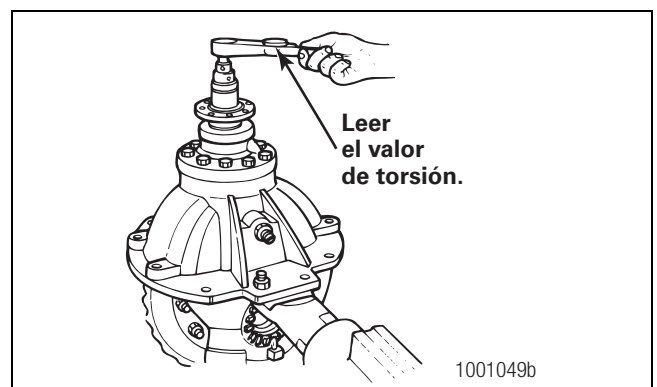

Figura 5.18
5. Apriete la tuerca del piñón de mando al valor de torsión correcto. Figura 5.18. Consulte la Tabla I.
7. Coloque una llave de torsión sobre la tuerca del piñón de mando. Gire el piñón de mando para leer el valor que indica la llave de torsión. Figura 5.18.